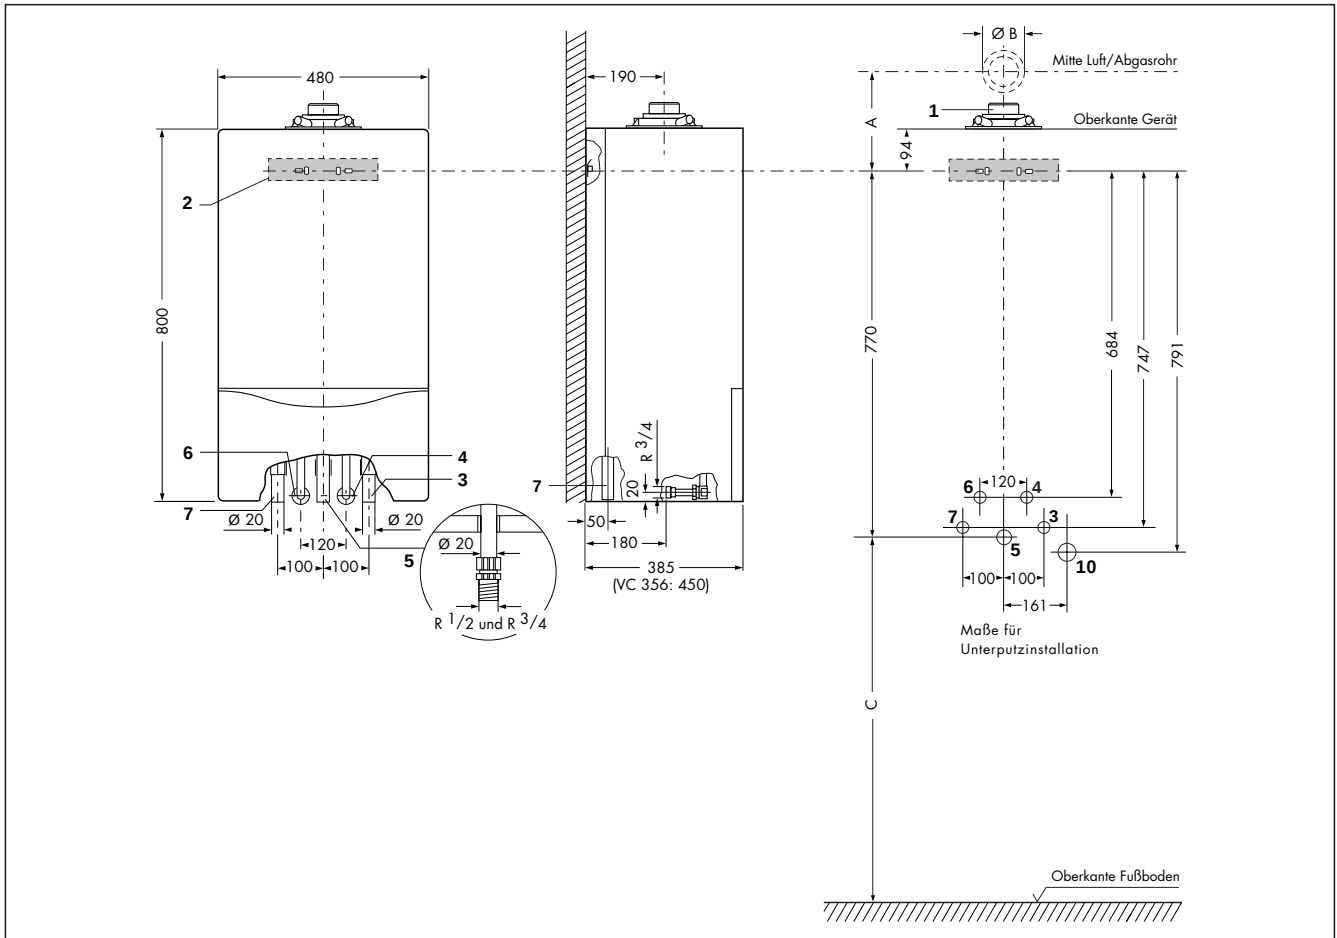

Abb. 3.3 Anschlussmaße
- Legen Sie die Montagehöhe für den Vaillant ecoTEC classic/exclusiv entsprechend Abb. 3.3 fest. Beachten Sie insbesondere das Maß C, wenn das Gerät mit einem Warmwasserspeicher des Typs VIH CR oder CQ kombiniert werden soll.